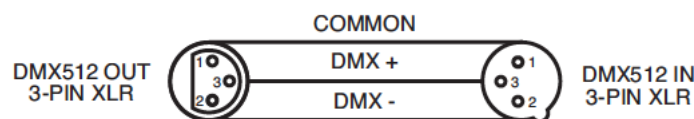

Figure 2
**Remarque :** assurez-vous de suivre les instructions décrites en figures 2 et 3 lors de la fabrication artisanale de vos câbles. N'utilisez pas la prise de terre de votre connecteur XLR. Ne reliez pas le blindage du connecteur de votre câble à la prise de terre et ne permettez pas au blindage du conducteur d'entrer en contact avec le boîtier externe du XLR. Relier le blindage à la terre pourrait entraîner un court-circuit et un fonctionnement erratique.